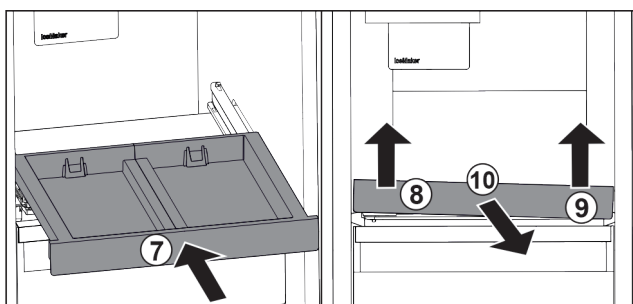

Fig. 30
- ▶ Zasuňte vyťahovaciu poličku. Fig. 30 (7)
- ▶ Nadvihnite vyťahovaciu poličku vpredu vľavo. Fig. 30 (8)
- ▶ Nadvihnite vyťahovaciu poličku vpredu vpravo. Fig. 30 (9)
- ▶ Odoberte vyťahovaciu poličku dopredu. Fig. 30 (10)